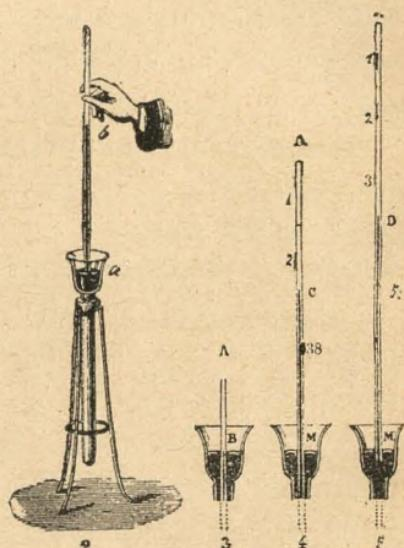

Fig. 54.
**Cubeta profunda** (fig. 54).—La *cubeta profunda* es una cubeta de vidrio cuyo fondo está formado por un largo y ancho tubo de hierro. Se llena casi enteramente de mercurio un tubo de Torricelli, y se lo vuelca en la cubeta profunda, sumergiéndolo hasta que el mercurio del tubo llegue al nivel del mercurio de la cubeta. Así se aisla en *A* un volumen de aire bajo la presión atmosférica.